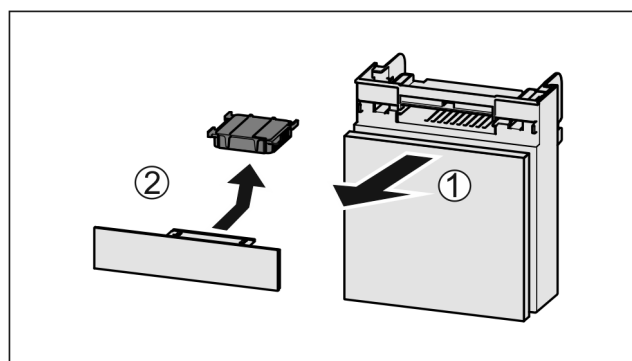

Fig. 72
- ▶ Estrarre il vano tirando in avanti Fig. 72 (1).
- ▶ Rimuovere il filtro a carboni attivi Fig. 72 (2).